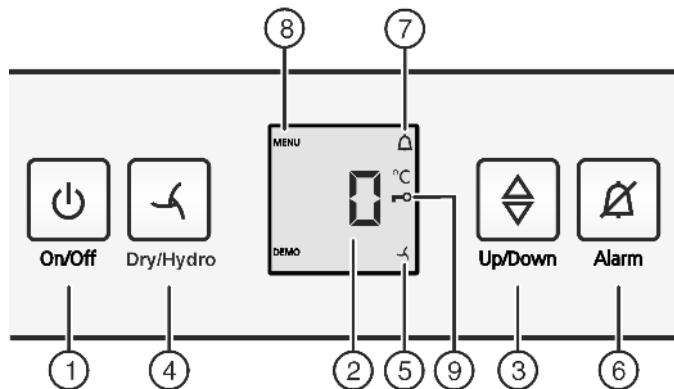

Fig. 2
- нажмите кнопку On/Off Fig. 2 (1).
- Активация режима настройки: удерживайте кнопку «Dry/Hydro» Fig. 2 (4) прибл. 6 секунд.
- Символ меню Fig. 2 (8) горит.
- Коротко нажмите кнопку Dry/Hydro Fig. 2 (4) для подтверждения.
- Для включения защиты от детей коротко нажмите кнопку Dry/Hydro Fig. 2 (4).
► Символ "Защита от детей" Fig. 2 (9) горит. На индикации мигает **c**.
- Для выключения защиты от детей коротко нажмите кнопку Dry/Hydro Fig. 2 (4).
► Символ защиты от детей Fig. 2 (9) гаснет. На индикации мигает **c**.
- Выход из режима настройки: Нажать кнопку "On/Off" Fig. 2 (1).
- Нажмите кнопку Alarm Fig. 2 (6).